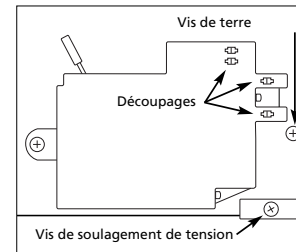

Figure 3
3. Situer les découpages au verso du manostat (Voir Fig. 3). Introduire le bout d'un petit tournevis dans les
4. Enlever la vis de terre (Fig. 3).
5. Enlever la vis de soulagement de tension (Fig. 3).